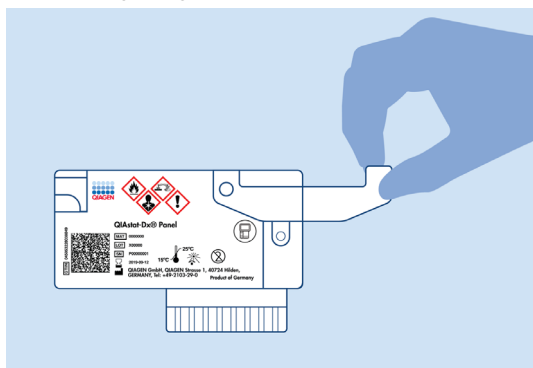

Figura 6. Abrindo a tampa de amostra da porta principal.
- Abra a tampa de amostra da porta principal na parte frontal do QIAstat-Dx ME Panel Cartridge (Figura 6).